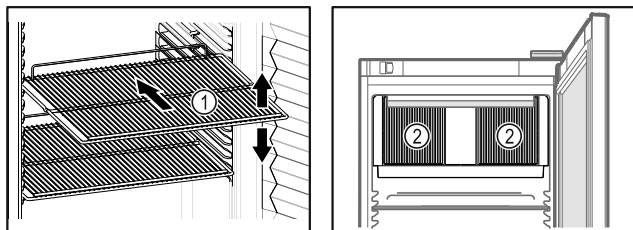

Fig. 59 Shembull ilustrues Fig. 60
- Nëse raftet me rrjetë Fig. 59 (1) mund të zhvendosen, atëherë përshtatini sipas lartësisë.